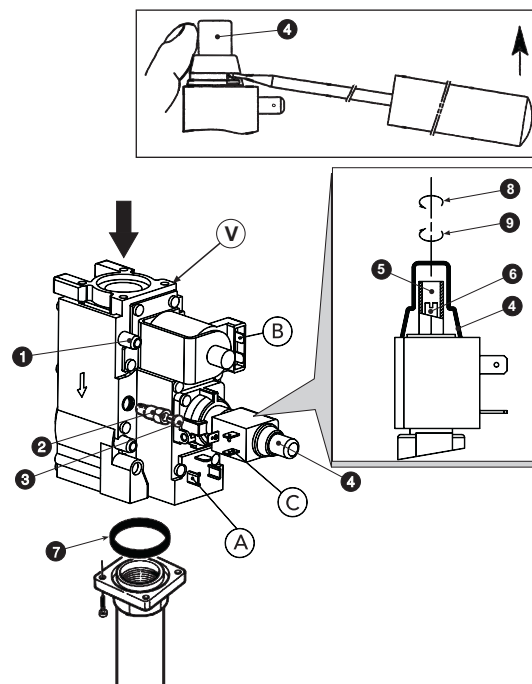

fig. 6 - Trasformazione gas di alimentazione
Togliere il tappo di protezione 1 (fig. 6) delle valvole gas e regolare tramite la vite sottostante il valore desiderato di pressione al bruciatore (vedi tabella dati tecnici - sez. 5.3).
- Togliere dalla valvola gas il piccolo tappo 3 (fig. 6), avvitare sulla valvola il regolatore "STEP" di accensione 2 contenuto nel kit di trasformazione e rimettere sul regolatore il tappo 3.
Eeguire le stesse operazioni spiegate precedentemente avendo cura di togliere il regolatore "STEP" di accensione 2 di fig. 6 della valvola gas; il tappo 3 di fig. 6 deve essere montato direttamente sulla valvola.